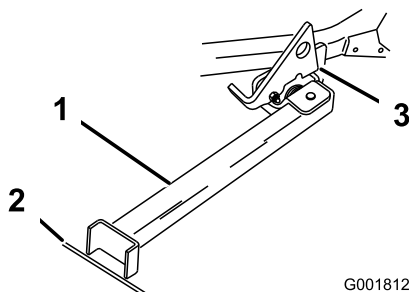

Figura 32
3. Alzate il dispositivo di chiusura. Portate il piede del supporto sul davanti e spostate il supporto verso la macchina, nell'intaglio inferiore (Figura 31e Figura 32).
4. Mettete a terra il piede del supporto ed appoggiate il dispositivo di chiusura sull'aletta orientabile (Figura 32).
- Nota:** Per ottenere risultati ottimali, appoggiate il piede del supporto nelle fessure del marciapiede o nel tappeto erboso (Figura 32).
6. Guidate sul supporto. Fermatevi quando il dispositivo di chiusura cade sull'aletta e si chiude (Figura 32). Una volta sul supporto, innestate il freno di stazionamento e spegnete il motore.